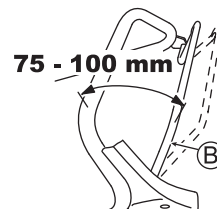

Afb. 25
Stel deze zo in dat het mes gaat draaien als de afstand tussen de meshandel (C) en het handvat 50 - 75 mm is, met de gele knop ingedrukt, zoals in afb. 25.